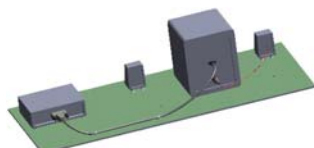

图 11.11.16 自动步路
Step4. 自动步路。选择 **电气** 功能选项卡中的 **自动步路(A)** 命令，系统弹出“自动步路”对话框；选取 Step2 和 Step3 中创建的电线的端点为步路点；单击对话框中的 按钮，完成图 11.11.16 所示的自动步路的创建。